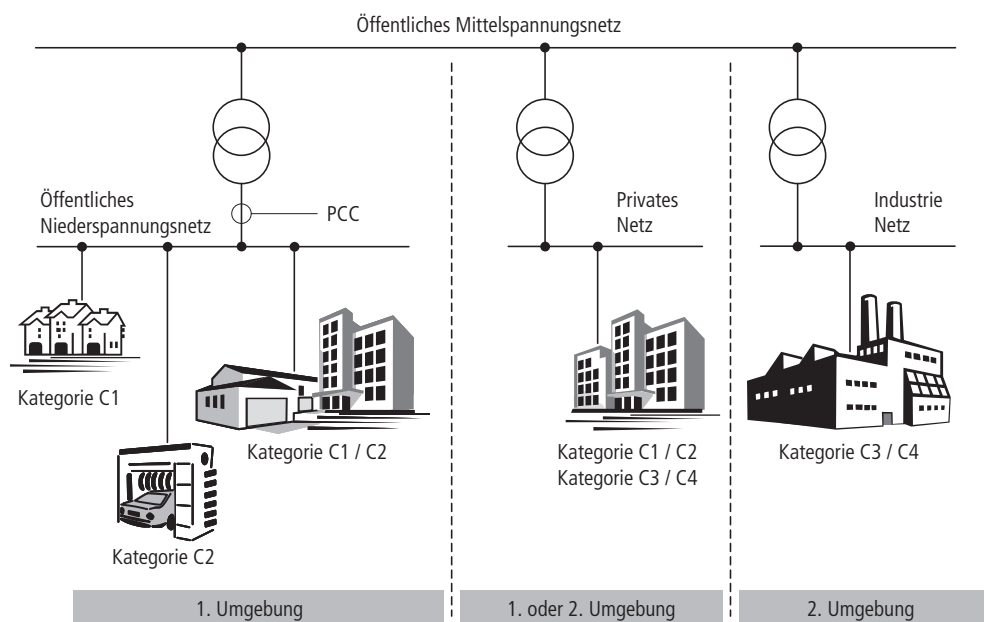

Abbildung 11: EMV-Umgebung und Kategorien
Eine Erklärung zur Konformität (CE) bezieht sich stets auf ein „typisches“ Antriebssystem. Die Verantwortung zur Einhaltung der gesetzlichen Grenzwerte und damit die Sicherstellung der elektromagnetischen Verträglichkeit liegt letztendlich beim Endanwender oder Betreiber der Anlage. Er muss Maßnahmen zur Minimierung oder zur Beseitigung von Störaussendungen (Emissionen) in der jeweiligen Umgebung treffen (→ Abbildung 11). Ebenso muss er Möglichkeiten nutzen, um die Störfestigkeit (Immission) der Geräte oder Systeme zu erhöhen.